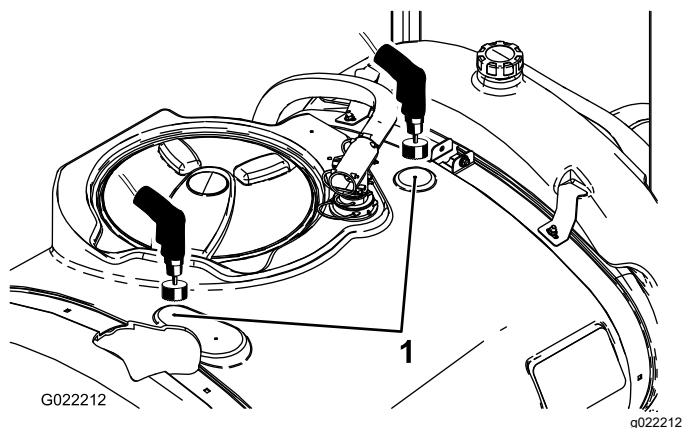

図 3
2. メインタンクについているドリルマーク2つを探し出す 図 3。